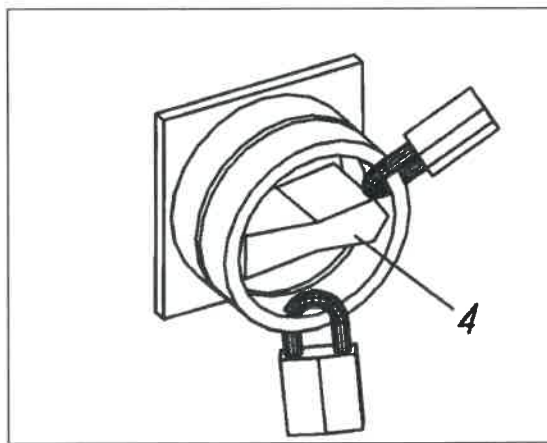

Рис. 2
- Во время ведения работ на грохоте необходимо загрузочные и разгрузочные устройства, как например, транспортер продукта, выключить главным выключателем (4) и закрыть на замок от повторного его включения. см. рис. 2
- Во время проведения работ на грохоте, а также при снятии покрытий, необходимо переключить главный выключатель (4) на „0“, или соотв. „AUS“ («ВЫКЛ.») и закрыть на замок от повторного его включения.